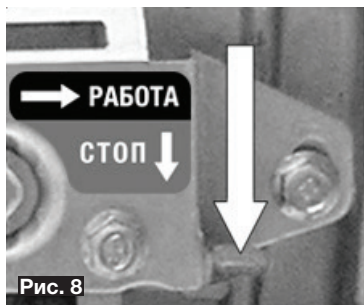

Рис. 8
4. Нажмите вниз на рычаг выключения двигателя, рис. 8.